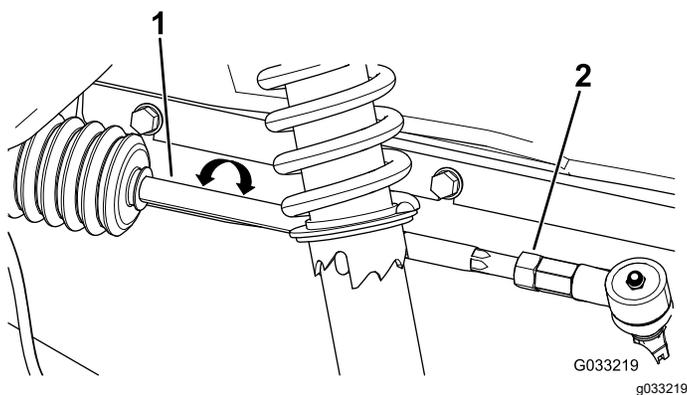

Рисунок 46
2. Если измеренное значение выходит за пределы 0–6 мм, ослабьте контргайки с обоих концов тяг (Рисунок 46).